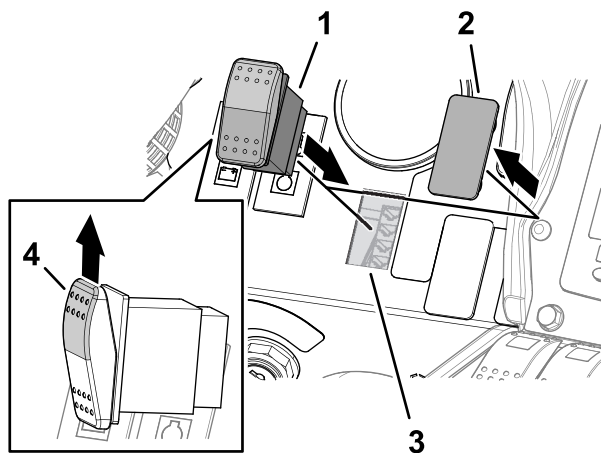

Figura 77
1. Retire el tapón del salpicadero, como se muestra en la Figura 77.
2. Alinee el interruptor de 2 posiciones con el resalte del interruptor (Figura 77) alineado con la parte superior del salpicadero.
3. Introduzca el interruptor de 2 posiciones en el orificio del salpicadero (Figura 77).